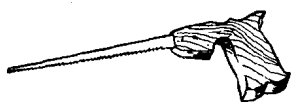

图1—1—7 狭手锯
(2) 狭手锯：是一种可锯狭小缝道的小锯(如图1—1—7)，可自制。可选一段约150毫米长的断钢锯条(锯齿要锋利)，用砂轮把一头磨狭磨尖，在另一头要钻两个洞。但钻洞要先“退火”，因为退火后钢性消失了，铁皮象“铁皮”一样，很容易